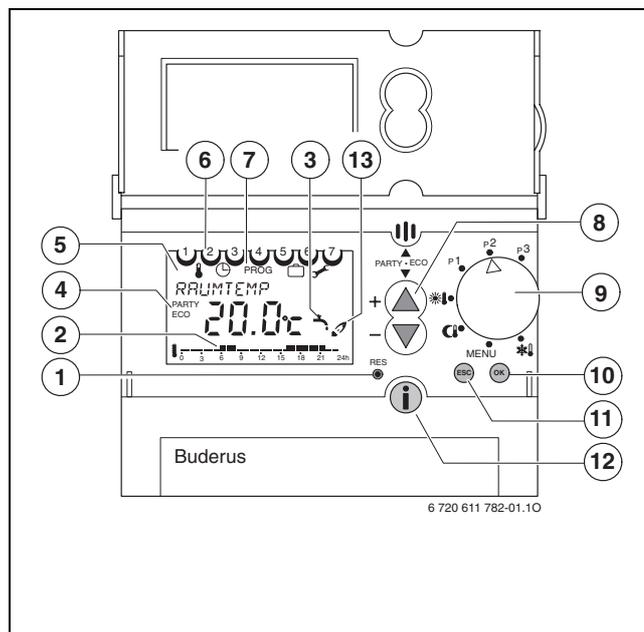

Fig. 31 Panoramica degli elementi di comando
- ▶ Posizionare il selettore impostazioni su **MENU** (vedi Fig. 31).